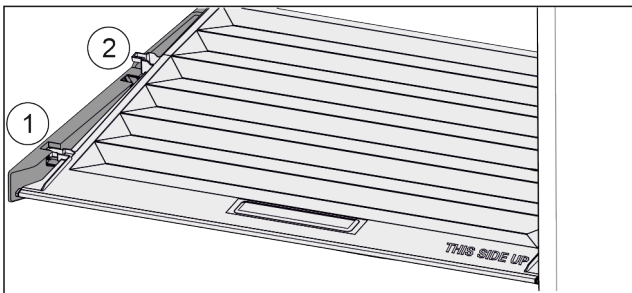

Fig. 35
- ▶ Tirare in avanti il coperchio fino all'apertura nei fermi Fig. 35 (1).
- ▶ Sollevare posteriormente dal basso e togliere verso l'alto Fig. 35 (2).